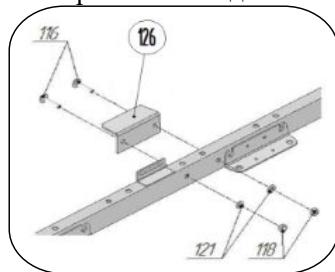
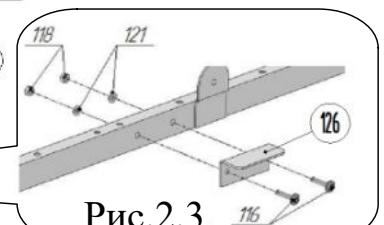

Рис.2.2
Рис.2.3
2. Присоединить к рамам кровати поз.1,2 уголки поз.126 (2 места) — рис.2.2 и 2.3, фиксатор в сборе поз.110- справа (рис.2.4), используя винты M6x35 поз.116, гайки M6 со стопорным кольцом поз.118, шайбы Ø6x18 стальные поз.121. В случае, если установка механизмов производится на левой боковине, фиксатор в сборе поз.110 разобрать в соответствии с рисунком 2.6. Перевернуть собачку поз.110Б в зеркальное положение, собрать фиксатор в обратной последовательности (рис.2.5). При сборке строго соблюдать последовательность установки деталей, руководствуясь рисунком 2.5. Закрепить собранный фиксатор поз.110 на раме слева аналогично рис.2.4, но зеркально, а ранее установленные уголки поз.126 (рис.2.2 и рис.2.3) переставить на противоположные стороны рамы. На торец упора поз. 104 установить накладку войлочную поз.33 в соответствии с рисунком 1.2.1. Разместить её так, чтобы в сложенном состоянии кровати накладка попала на уголок поз.126 (рис.2.2).